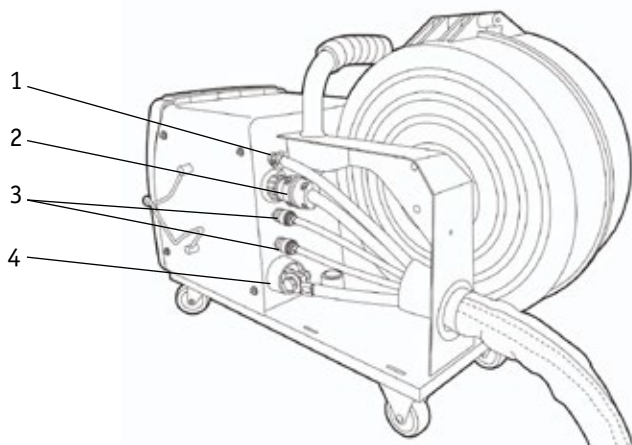

Рис. 8.2.1. Схема подключения подающего устройства.
1. Подключите силовые и управляющие кабели, газовые и водяные рукава к подающему устройству (См. рис. 8.2.1).